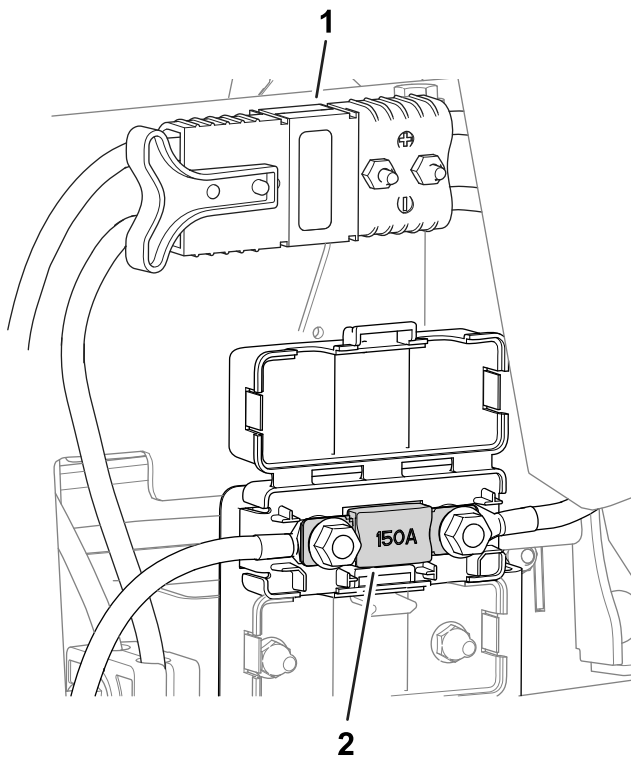

図 58
- 回路保護用のヒューズは主電源コネクタの下にあります 図 58。